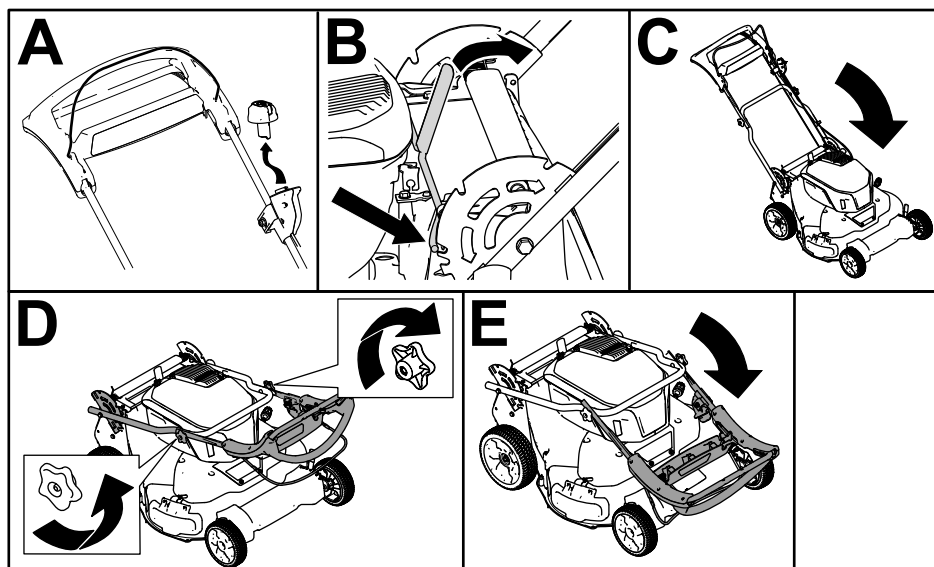

Figure 22
1. Retirez le bouton de démarrage électrique (A de la Figure 22).
2. Poussez le levier de verrouillage du guidon vers l'arrière pour dégager les goupilles de verrouillage du guidon (B de la Figure 22).
3. Abaissez le guidon vers l'avant de la machine (C de la Figure 22).
4. Desserrez les boutons du guidon qui fixent la partie supérieure du guidon (D de la Figure 22).
5. Abaissez la partie supérieure du guidon (E de la Figure 22).